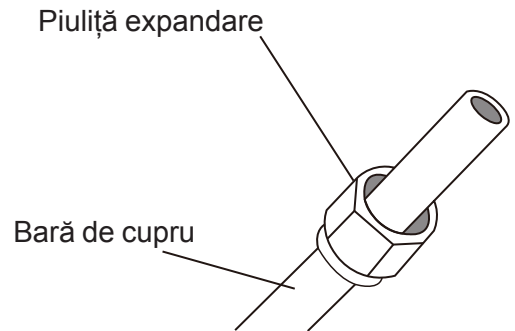

Fig. 5.3
3. Atașați piulițe la ambele capete ale conductei. Asigurați-vă că sunt îndreptate în direcția corectă, deoarece nu le puteți instala și nu le puteți schimba direcția după expandare. Consultați Fig. 5.3.